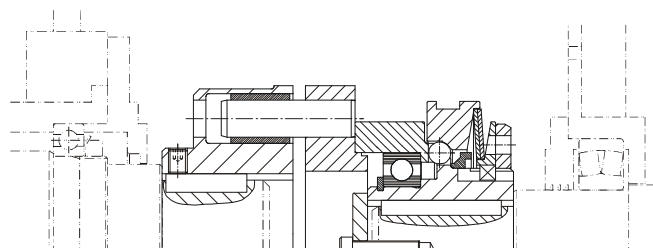

Fig. 2
La pièce femelle (4) de l'accouplement élastique et le limiteur EAS[®]-NC (1) sont montés sur les arbres et fixés dans le sens axial, par exemple avec une rondelle et une vis (figure 2). Les alésages du limiteur sont réalisés en série avec une tolérance H7 (tolérance de la rainure de clavette JS9). Nous recommandons une tolérance k6 pour l'arbre.